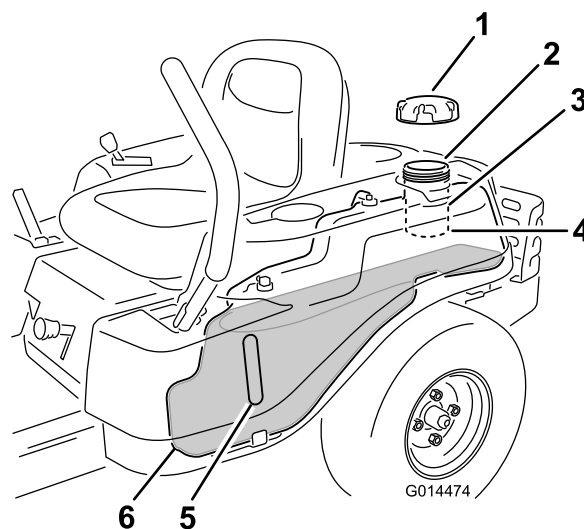

Figura 9
**Nota:** Puede utilizar la mirilla de combustible para verificar la presencia de gasolina antes de llenar el depósito (Figura 9).
2. Añada gasolina sin plomo lentamente (Figura 9) hasta que el combustible llegue a la base del cuello de llenado (4).